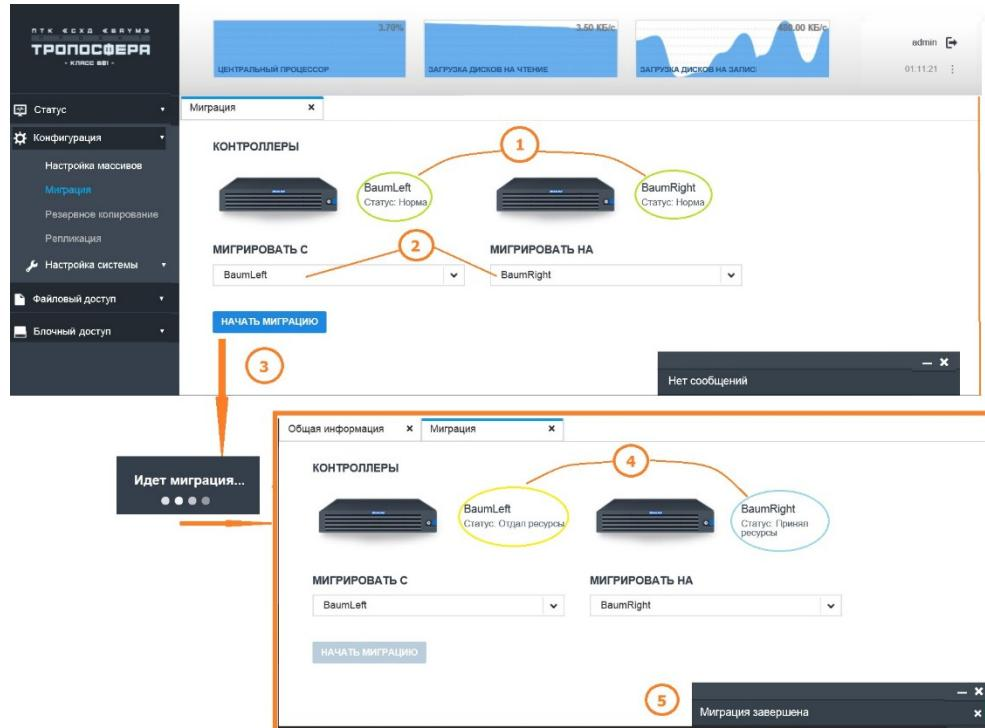

Рисунок 24 - Миграция массива
- 1) Перейдите на вкладку «Миграция» [выберите «Конфигурация» → «Миграция»] (Рисунок 24).